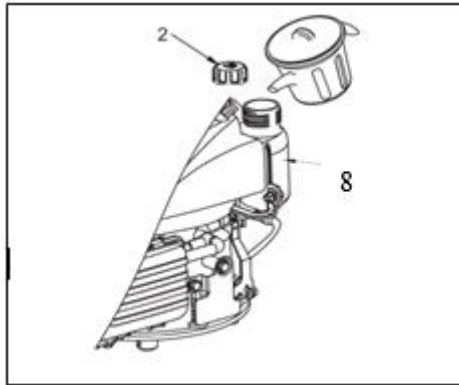

Fig 5
1. Retire la tapa del combustible (2).
2. Agregue combustible al fondo del límite de nivel de combustible en el cuello del tanque de combustible (8). (Ver Fig. 5)